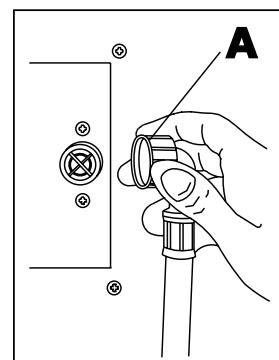

fig. 6
- Monter sur le raccord de $3 / 4''$ G du four le tuyau d'alimentation d'eau en vissant le raccord (A - Fig. 6). Sur le circuit d'alimentation doivent être installés un filtre mécanique et un robinet de coupure.